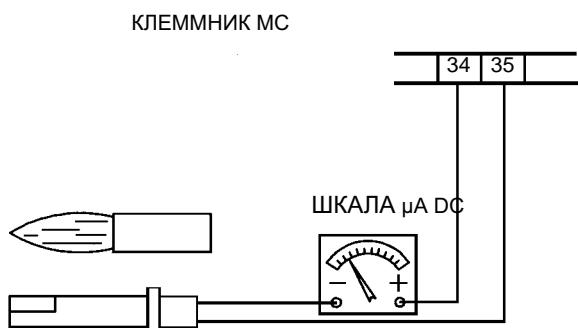

Рис. 23
- Проверить и тщательно почистить фоторезистор улавливания пламени, если необходимо заменить его. В случае возникновения сомнения, проверить контур улавливания пламени после установки на место горелки и ввода ее в действие, следуя схеме на Рис. 23;
Для того, чтобы замерить контрольный сигнал, действовать согласно схеме на Рис. 23. Если сигнал не соответствует указанным параметрам, проверить электрические контакты, чистоту головки сгорания, положение фоторезистора и, при необходимости, заменить его.